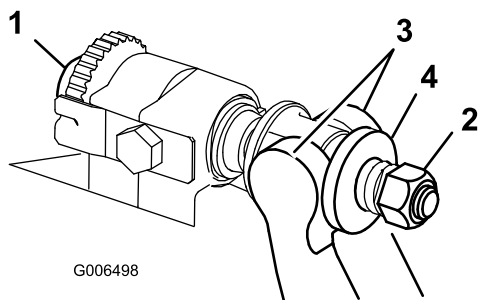

図 34
1. ベッドバー調整ネジ図 34を左に回してベッドナイフとリールの接触をなくす。
2. スプリングテンション・ナットをゆるめて、ワッシャがベッドバーを全く押さないようにする図 34。